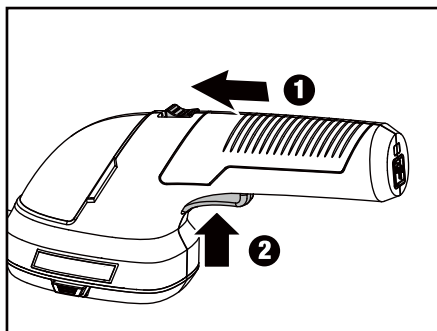

рис. 3
- Сдвиньте предохранительный выключатель (3) вперед (рис. 3).